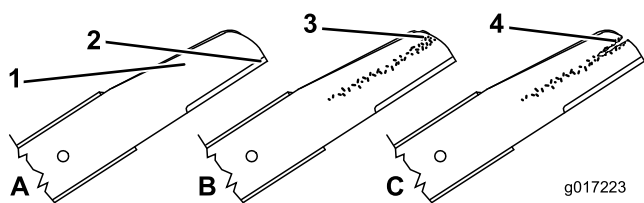
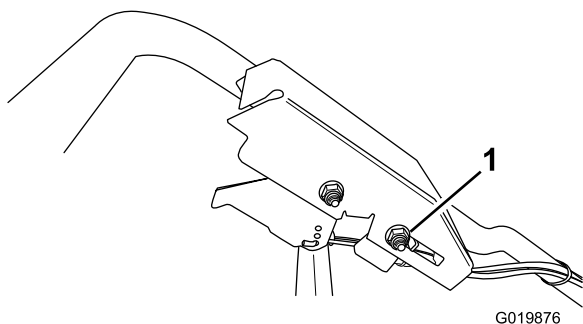

Figure 34
Figure 42
1. Examinez le tranchant des lames (Figure 34). Si elles ne sont pas tranchantes ou présentent des indentations, déposez les lames et affûtez-les ou remplacez-les.
2. Inspectez les lames, surtout la partie relevée (Figure 42). Remplacez immédiatement toute lame endommagée, usée ou qui présente une entaille (Figure 34).
2. Desserrez l'écrou du support de guidage du câble (Figure 42).